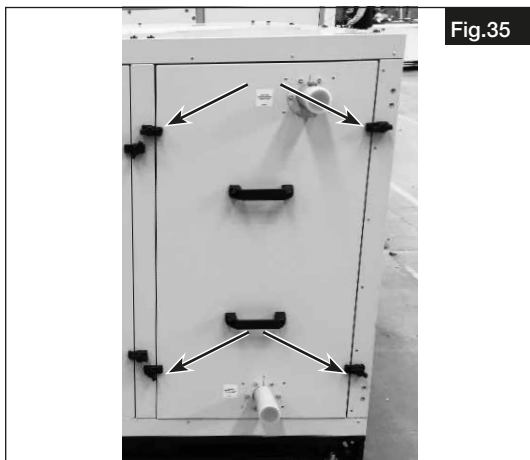

Fig.35
1. Retirer les pièces en tôle (voir Fig.35).